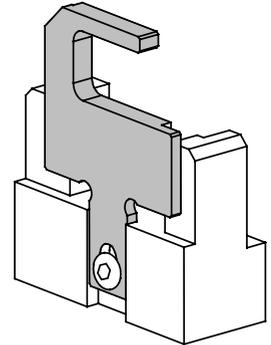

BILD 1 EINSTELLUNG DES AUSWERFERS
- 3.1.7)** Überprüfen Sie die Einstellung des Auswerfers (09). Sollten Sie mit Kabelschuhen vom Typ ANE 7-M.... bis ANE 9 M.... arbeiten, muß er in die Position "vollkommen gehoben" gebracht werden (siehe Bild 1).